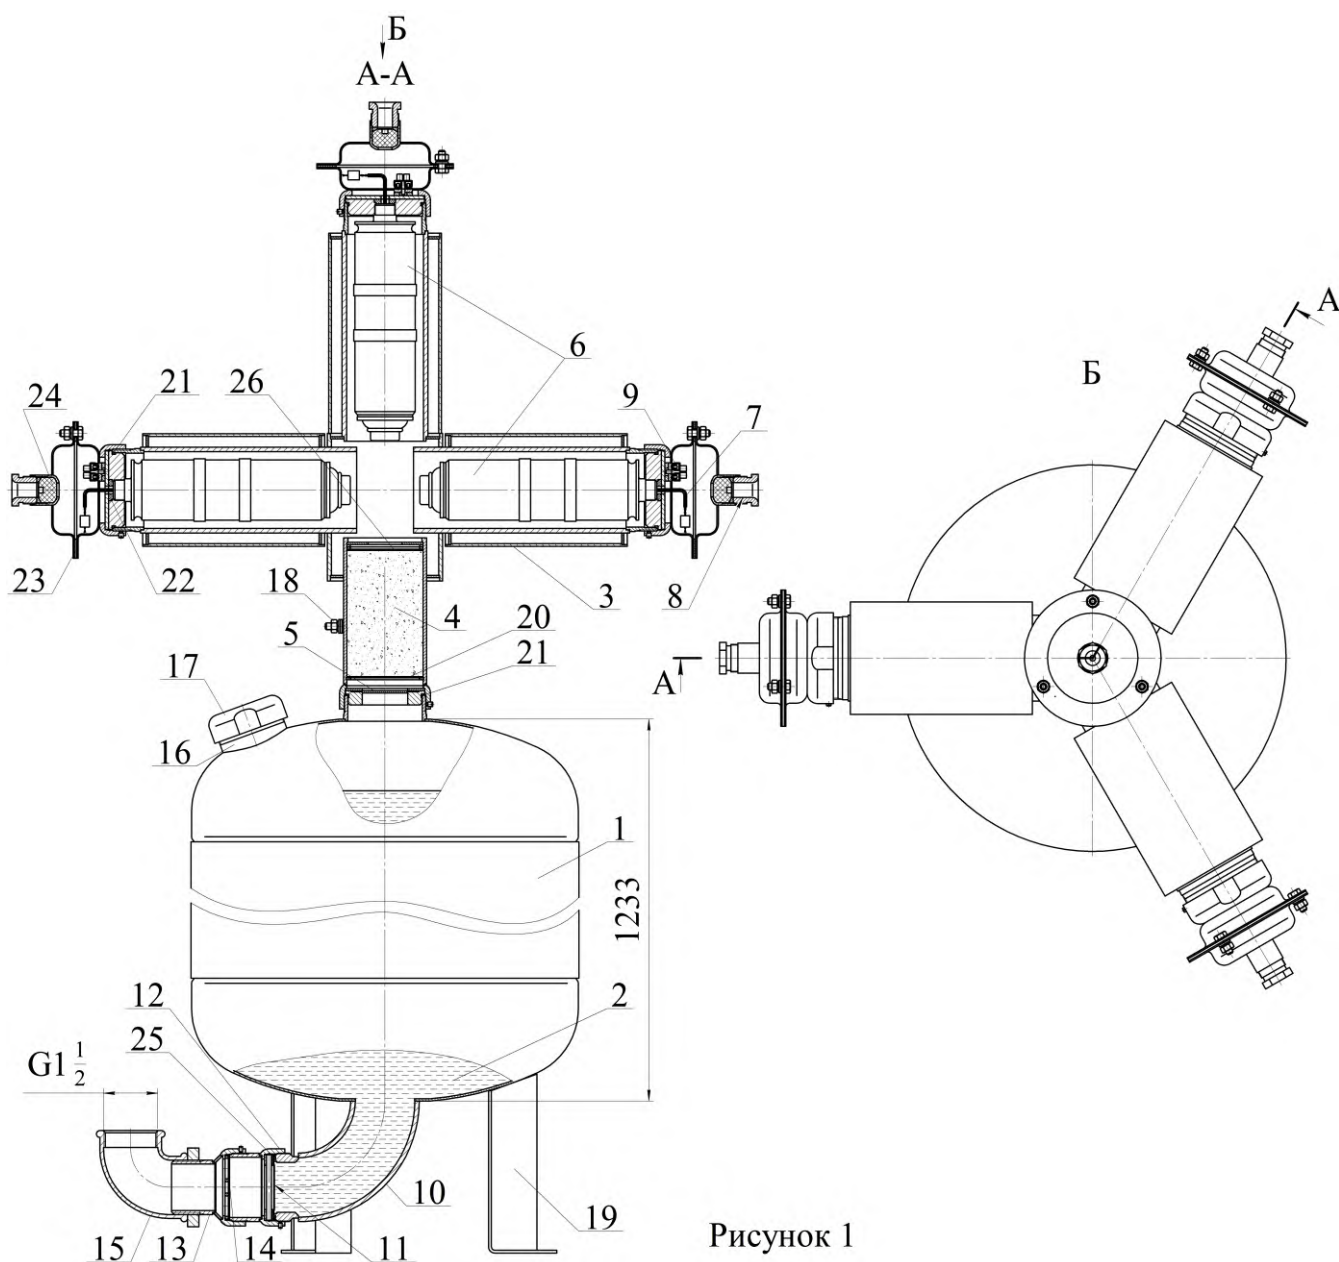

Рисунок 1
4.1.1 МУПТВ (см. рисунок 1) состоит из корпуса **1**, заправленного ОТВ **2**, газогенерирующего устройства **3** и мембранного рабочего узла, смонтированного в нижней части модуля. Канал с фильтрующим веществом **4**, соединяющий газогенерирующее устройство **3** с внутренней полостью корпуса **1**, загерметизирован эластичной прокладкой **5**. В корпусе газогенерирующего устройства установлены 4 ИХГ **6** с элементами электропусковыми **7**. Газогенерирующее устройство для каждого ИХГ снабжено вводными коробками с герметичными кабельными вводами **8**. Монтажные кабели через кабельные вводы **8** входят во вводную коробку и через зажимы контактные винтовые **9** соединяются с проводами элементов электропусковых **7**. В мембранном узле сопловое отверстие **10**, предназначенное для выхода ОТВ, перекрыто срезной мембраной **11**, которая поджата гайкой **12**. С гайкой **12** через штуцер **13** с закрепленным в нем фильтрующим элементом **14** присоединен угольник **15** с внутренней резьбой G1¹/₂, предназначенный для соединения МУПТВ с трубной разводкой. В верхней части корпуса расположены горловина **16** для заливки ОТВ и предохрани-
разводку с угольником **15** (см. рисунок 1). Закрепить опоры **19** к полу, координаты крепежных отверстий на опорах показаны на рисунке 2.
Залить в отверстие верхней горловины **16** (см. рисунок 1) воду (питьевую либо дистиллированную) (температура воды должна быть плюс ($15...25$) $^{\circ}\text{C}$ объемом $94,5^{+0,6}$ дм³. Открыть упаковки с жидкими добавками к воде и залить их в отверстие верхней горловины **16**.
6.5.3 Полученный раствор ОТВ порциями залить в отверстие верхней горловины **16** (см. рисунок 1). Для окончательного приготовления ОТВ открыть упаковки с жидкими добавками и залить их в отверстие верхней горловины **16**.
7.3 Комплект поставки для перезарядки МУПТВ (см. рисунок 1):